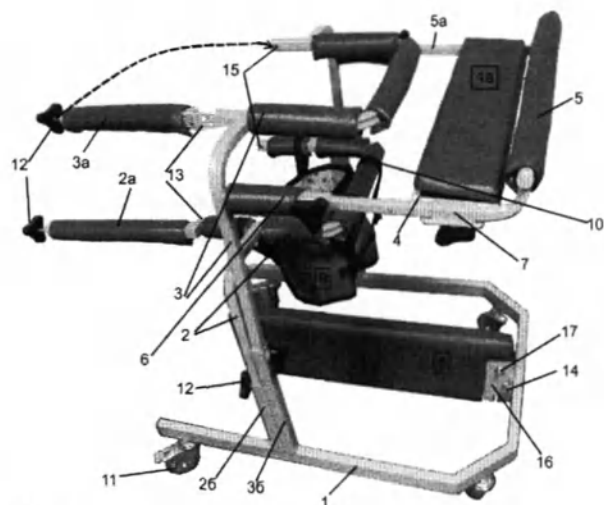

рис. 3
К стойке верхней рамы (3) приварен держатель штанги поручня (6), внутрь которой входит выдвижная штанга поручня (5a). К выдвижной штанге поручня (5a) приварен поручень (5). К выдвижной штанге поручня (5a) с помощью прямоугольной втулки скольжения прикреплен упор для рук (4) с мягкой накладкой (4a). Благодаря выдвижной штанги (5a) расстояние поручня и упора для рук от рамы может изменяться. Для этого нужно слегка ослабить крепежный барашек М8 (12), выдвинуть поручень на нужное расстояние и закрепить крепежный барашек М8 (12). Для передвижения упора для рук (4), раскрутить крепежный барашек (12) втулки (7), передвинуть втулку на нужное расстояние, закрепить крепежный барашек (12). Для удобного помещения пациента в опору в нижней (2) и верхней (3) раме установлены «дверцы» (2a, 3a), которые крепятся к раме накладной петлей (13), с помощью которой «дверцы» (2a, 3a) вращаются. (рис. 3). Другой стороной «дверцы» (2a, 3a) крепятся в прорези (15) рамы крепежным барашком (рис. 5, 5a).